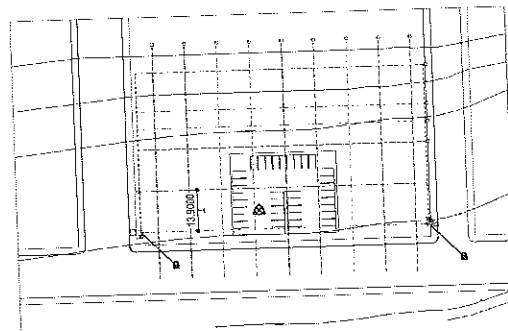

Figura A.12 – Alteração da posição do eixo.
- Vamos mover um pouco o eixo de forma que o último eixo da parte inferior fique um pouco abaixo da linha da primeira vaga de estacionamento, como mostra a Figura A.12. Para selecionar somente os eixos, marque um deles, clique no botão direito do mouse e selecione **Selecionar todas as instâncias > Visível na vista**. Depois, na aba **Modificar**, selecione **Mover**.